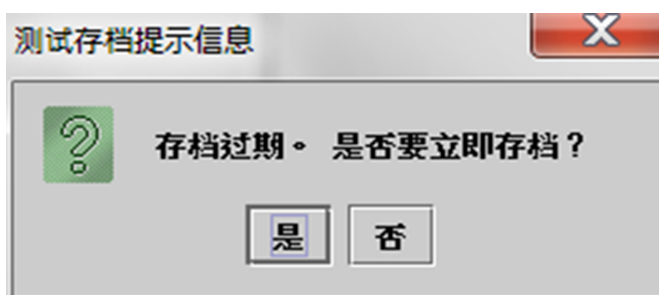
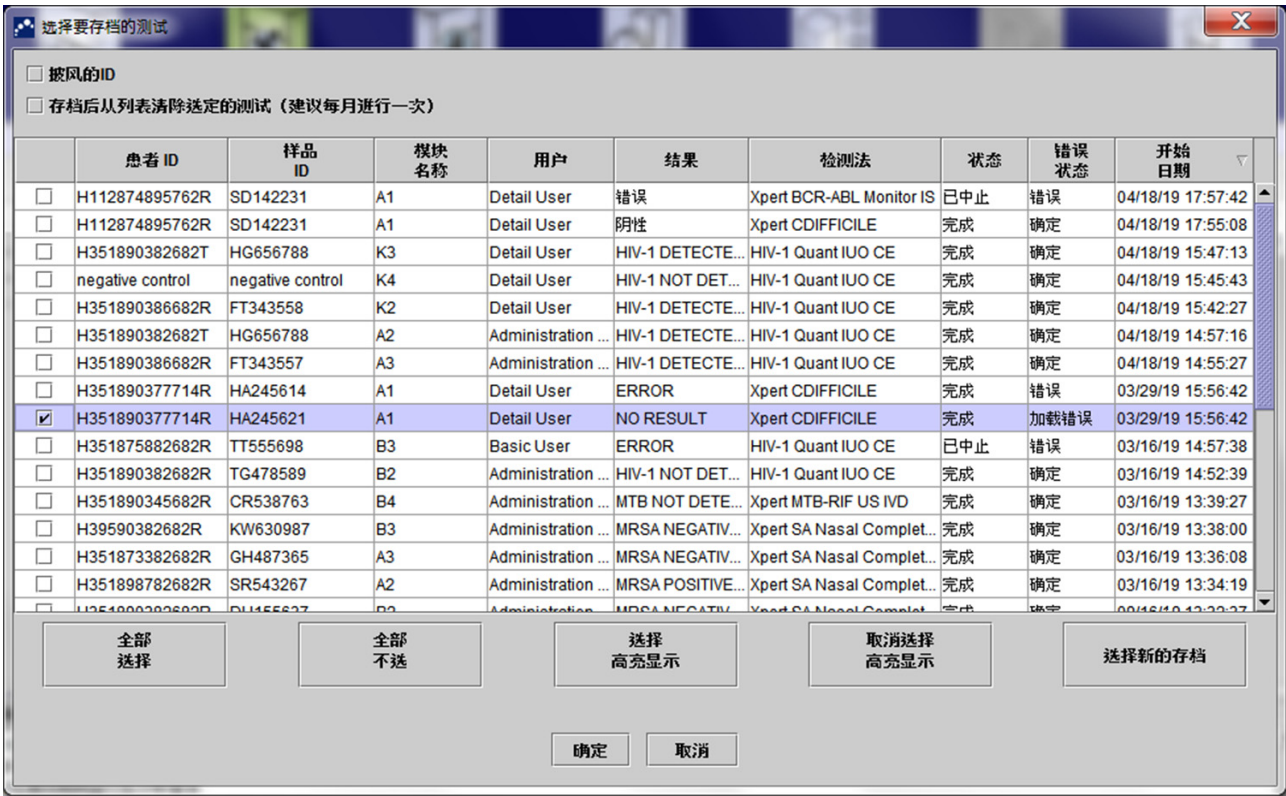

图 2-97. Test Archive Reminder（测试存档提醒）对话框
图 2-98. Select Test(s) To Be Archived（选择要存档的测试）对话框
如果存档没有过期，或者如果**没有**选择图 2-79 中的存档设置，将不会出现图 2-97 所示的提示信息，可以直接跳至第 2.17.1.2 节。
如果存档过期，将出现“测试存档提示信息”对话框（参见图 2-97）。
- 如果不想存档，则在“测试存档提示信息”对话框（参见图 2-97）中单击**否**。继续完成第 2.17.1.2 节中的不存档关闭系列操作。
- 如果想要存档，请在“测试存档提示信息”对话框中单击**是**（参见图 2-97），继续完成存档关闭系列操作。此时会出现“选择要存档的测试”对话框。参见图 2-98。